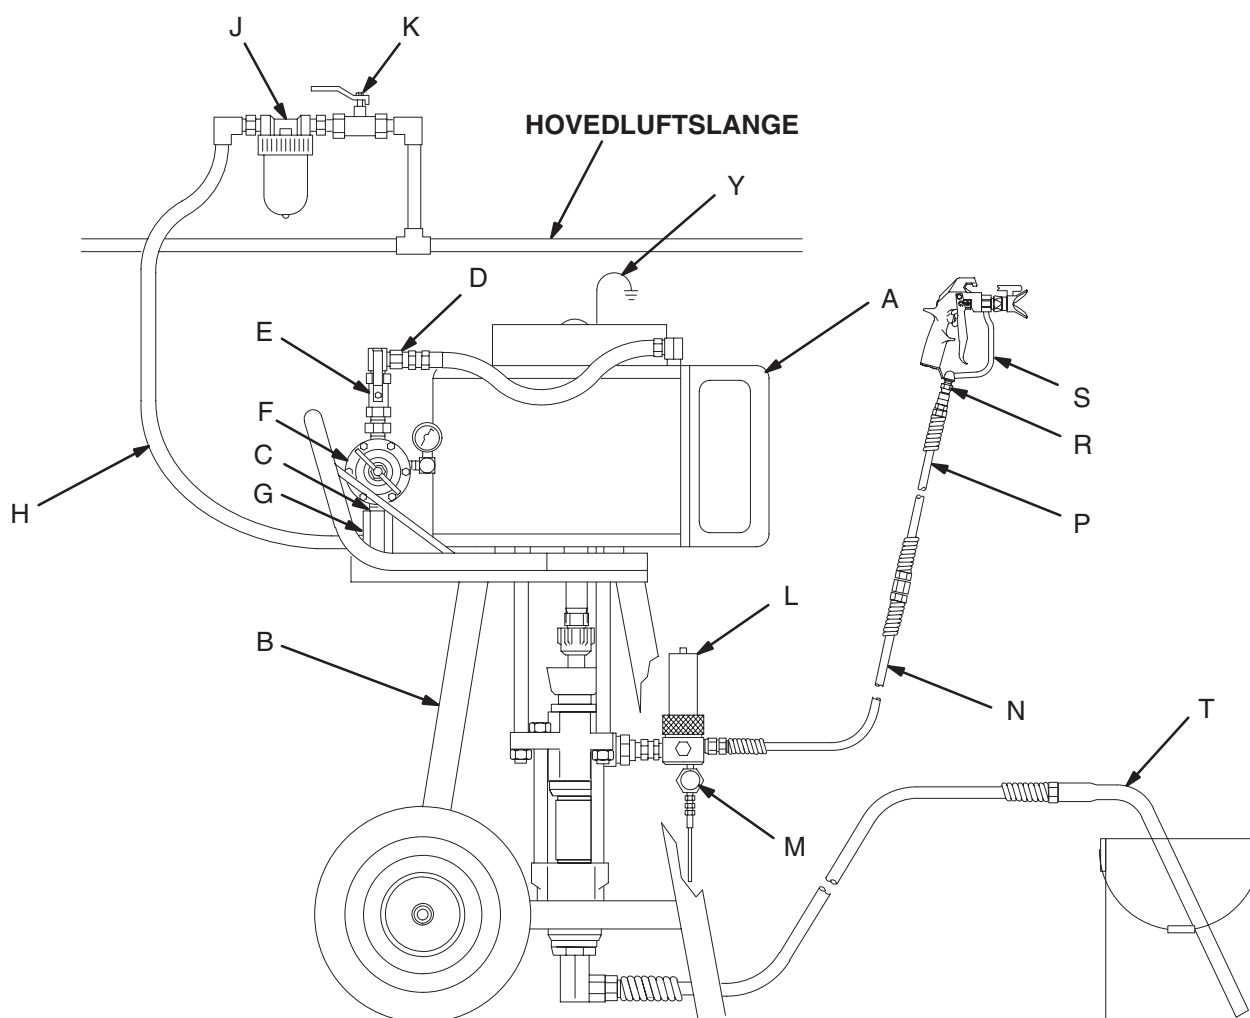

Fig. 2
Fig. 2 er kun en guide til valg og montering af systemkomponenter og -tilbehør. Din Graco-leverandør eller den Tekniske Afdeling hos Graco (se bagsiden) kan hjælpe dig med at tilrettelægge et system, der opfylder dine specielle krav.
Pumpen (A) monteres, så den passer til den påtænkte installationstype. Fig. 2 viser et system monteret på en kørevogn. Pumpedimensioner og placeringen af monteringshullerne er vist på side 23.
Følgende tilbehør monteres på de steder, der er vist på Fig. 2. Mellemstykker anvendes efter behov:
Følgende tilbehør monteres på de steder, der er vist på Fig. 2, ved hjælp af mellemstykker efter behov:
- **Et væskefilter (L)** med en 250 mikron filterindsats af rustfrit stål, der bortfiltrerer partikler fra væsken, idet den strømmer ud af pumpen. Filteret er udstyret med en **væskeafsningsventil (M)**, som er påkrævet i dit system for at reducere væsketrykket i slangen og pistolen (se **ADVARSEL** til venstre).
- **En pistol (S)** afgiver væsken. Pistolen, der er vist på Fig. 2, er en airless sprøjtepistol til lav- og mellemviskose væsker.
- **Et pistoldrejeled (R)** gør pistolen mere fleksibel at arbejde med.
- **Et sugesæt (T)** kan monteres på pumpen, så den kan ansuge væske fra en 19 liters spand.
1. Se Fig. 2 på side 6. Tilslut sugesættet (T) til pumpens væskeindsugning, og sæt røret ind i væsketilførslen.
2. Sørg for at luftregulatoren (F) er lukket. Derefter åbnes for pumpens hovedudluftningsventil (E). Hold en metal-del af sprøjtepistolen (S) fast mod siden af en jordforbundet metalspand og hold aftrækkeren åben. Derefter åbnes der langsomt for luftregulatoren, indtil pumpen starter.
4. Hvis pumpen ikke spæder korrekt, åbnes aftapningsventilen (M). Anvend aftapningsventilen som en spædningsventil, indtil væsken flyder fra ventilen. Se Fig. 2. Luk aftapningsventilen.
7. Lad aldrig pumpen køre tør for den væske, der pumpes. En tør pumpe vil hurtigt accelerere til høj hastighed, og der kan derved muligvis forårsages skade på selve pumpen. Der fås en sikkerhedsventil, der beskytter pumpen mod at køre med overhastighed (C), ved at lukke af for lufttilførslen til pumpen, hvis pumpen accelererer ud over den forudindstillede hastighed. Se Fig. 2 på side 6. Hvis din pumpe accelererer hurtigt eller kører for hurtigt, skal den stoppes øjeblikkeligt og væsketilførslen kontrolleres. Hvis forsyningsbeholderen er tom og luft er blevet pumpet ind i slangerne, fyldes der ny væske på beholderen og pumpen og slangerne spædes væske, eller de skylles og efterlades fyldt med et egnet opløsningsmiddel. Sørg for at fjerne al luften fra væskesystemet.